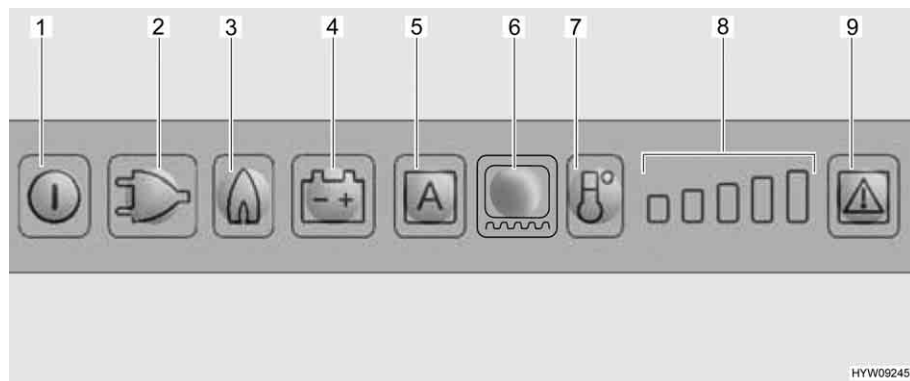

Bild 178 Kühlschrankschranke mit LED-Bedienfeld
Beim Anwählen des Gasbetriebs wird die Zündsicherung automatisch geöffnet, so dass Gas zum Brenner strömen kann. Gleichzeitig wird der elektronische Zünder eingeschaltet. Erlischt die Gasflamme, z. B. durch einen Luftzug, wird der Zünder sofort aktiviert und zündet das Gas wieder an. Bei Störung im Gasbetrieb blinken die Leuchttasten Gas (Bild 178,3) und Störung (Bild 178,9), und es ertönt 20 Sekunden lang ein akustischer Alarm.
- Taste Ein/Aus (Bild 178,1) etwa 2 Sekunden lang drücken. Der Kühlschrank schaltet sich ein, die zuletzt gewählte Betriebsart wird angezeigt.
- Leuchttaste für die gewünschte Betriebsart (Bild 178,2-4) oder den Automatikmodus "AES" (Bild 178,5) (nur bei Ausführung AES) drücken.
- Kühltemperatur mit der Taste Kühlstufe (Bild 178,7) einstellen. Die Kühlstufen-Anzeige (Bild 178,8) zeigt die gewählte Thermostat-Einstellung an.
- Taste Ein/Aus (Bild 178,1) etwa 2 Sekunden lang drücken.
Nach dem Einschalten wählt der Kühlschrank automatisch die mittlere Thermostat-Einstellung. Diese Einstellung kann manuell mit der Taste Kühlstufe (Bild 178,7) nachgeregelt werden. Es dauert einige Stunden, bis der Kühlschrank die normale Betriebstemperatur erreicht hat. Beim Umschalten auf eine andere Betriebsart wird die Thermostat-Einstellung beibehalten.
- Rahmenheizung für eine Dauer von 2 Stunden einschalten: Leuchttaste Rahmenheizung (Bild 178,6) einmal drücken. Ein Balken der Kühlstufen-Anzeige (Bild 178,8) leuchtet.
- Rahmenheizung für eine Dauer von 5 Stunden einschalten: Leuchttaste Rahmenheizung (Bild 178,6) zweimal drücken. Zwei Balken der Kühlstufen-Anzeige (Bild 178,8) leuchten.
- Rahmenheizung auf Dauerbetrieb stellen: Leuchttaste Rahmenheizung (Bild 178,6) dreimal drücken. Drei Balken der Kühlstufen-Anzeige (Bild 178,8) leuchten.
Die Kühlstufen-Anzeige (Bild 178,8) zeigt einige Sekunden lang die Betriebsdauer der Rahmenheizung an.
Bei einer Störung blinkt die Leuchttaste Störung (Bild 178,9). Außerdem blinkt entweder eine der Leuchttasten Betriebsart oder die Temperaturstufen-Anzeige. Zusätzlich ertönt ein akustisches Warnsignal. Hinweise zur Fehleranzeige und Fehlerbehebung siehe Kapitel 14.
- ▷ Nachdem eine Störung des Gasbetriebs behoben wurde, Leuchttaste Reset (Bild 178,9) drücken.